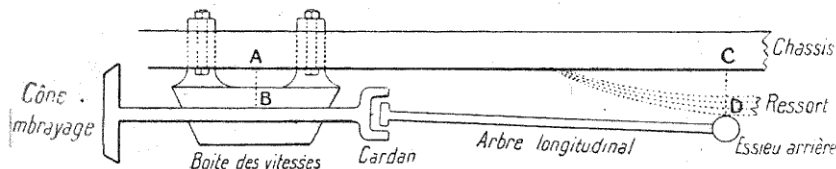

Fig. 178. — Montrant la nécessité d'avoir un arbre à cardan articulé, par suite de la variation de la distance C, D.
**A. Transmission par un arbre longitudinal à cardans.** — Considérez la figure 178. L'arbre qui sort de la boîte des vitesses va à l'essieu arrière et se termine par le pignon P de la figure 120 où il est représenté en H. Un arbre non articulé serait impossible. Il relie en effet, d'une part, la *boîte des vitesses* fixée au châssis, et dont la distance AB ne peut varier, à l'*essieu arrière* qui, lui, ne tient au châssis que par
C'est pour répondre à cette même nécessité que, dans les voitures à arbre longitudinal (fig. 178), cet arbre (la voiture à vide) est légèrement infléchi du côté de l'essieu arrière, de façon que, en charge, il soit horizontal. Mais, ici, les inconvénients d'un écart avec l'horizontale sont beaucoup moindres, parce qu'ils se trouvent répartis sur une longueur bien plus grande.